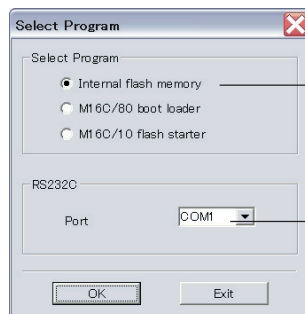

Fig. 2
4. Start up FlashSta.exe, the screen will appear as shown below. (Fig. 2)
5. Select the data to be transmitted and port. (Fig. 2)
4. FlashSta.exeを立ち上げます。すると下記の画面が表示されます。(Fig. 2)
5. 送信データ、ポートを選択します。(Fig. 2)